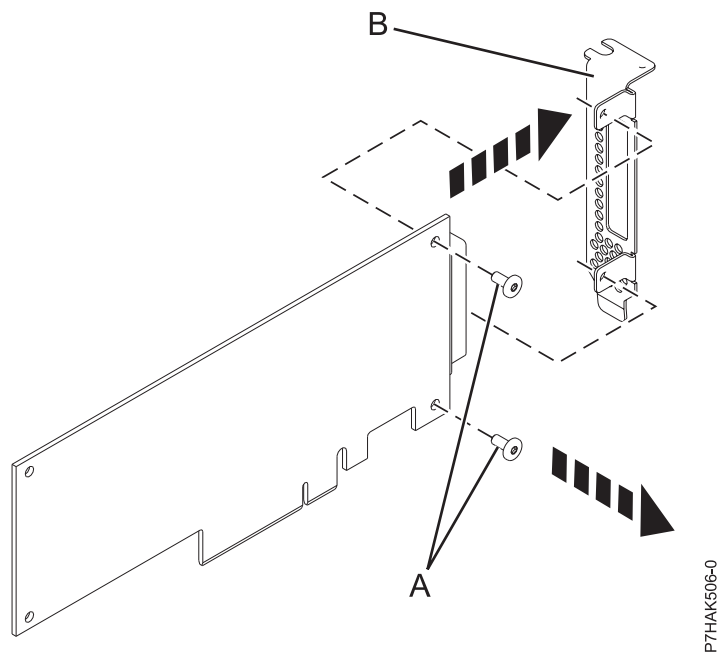

図 36. PCIe アダプターからのロープロファイル・テール・ストックの取り外し
2. 66 ページの図 36 に示すように、プラスのねじ回しを使用して、テール・ストック **(B)** を PCIe アダプターに取り付けている 2 個のねじ **(A)** を外します。